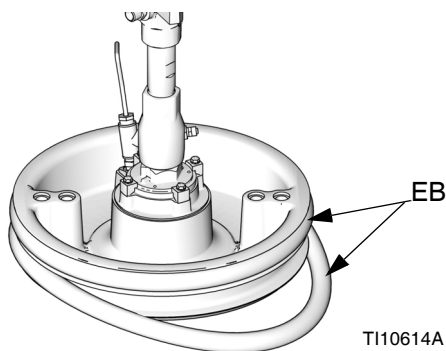

ABB. 34
1. Werkzeuge aus Holz oder Kunststoff verwenden, um eine Beschädigung des Abstreifers (EB) zu verhindern. Sämtliches Material aus den Dichtungsnuten entfernen.
2. *An der Unterseite beginnen* und einen Abstreifer (EB) im Winkel über die Rückseite der Platte (AD) ziehen. Siehe ABB. 34.
3. Abstreifer (EB) in obere Nut einlegen und die Vorderseite des Abstreifers in die Nut führen.
4. Bei einer 55-Gallonen-Platte den zweiten Abstreifer (EB) in untere Nut einlegen und die Vorderseite des Abstreifers in die Nut führen.